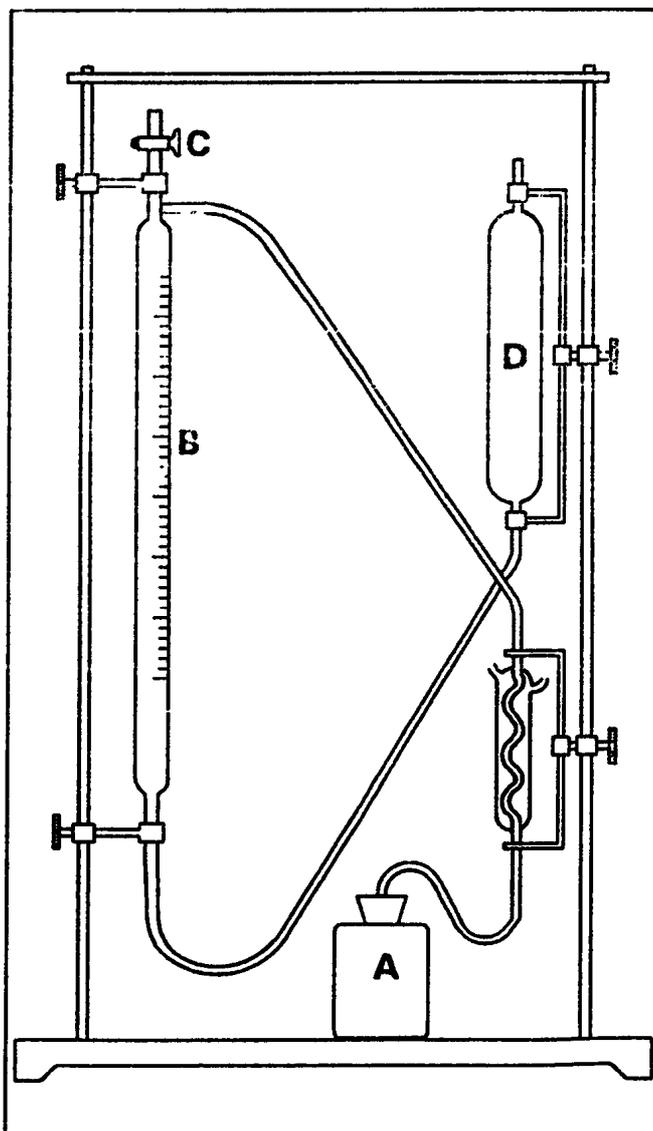

Figura 9.1. Calcimetro di Dietrich-Fruehling.
4.1. Calcimetro di Dietrich-Fruehling (figura 9.1), contenente acqua satura di  $\text{CO}_2$ , leggermente colorata per comodità di lettura, o apparecchio equivalente.